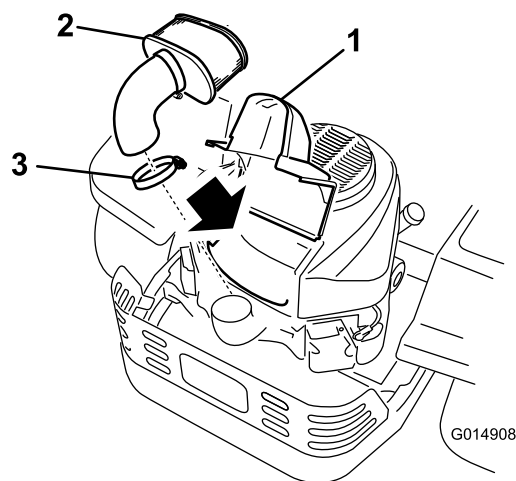

Figure 31
3. Nettoyez la surface autour du couvercle du filtre à air pour éviter que des impuretés n'endommagent le moteur en tombant à l'intérieur. Soulevez le couvercle et déposez le collier qui fixe le filtre à air au moteur (Figure 31).
4. Desserrez le collier de flexible et retirez l'élément en papier (Figure 31).